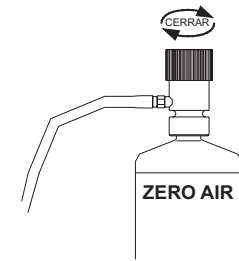

Figura 10
10. Apague el regulador y desconecte el tubo del regulador de aire a cero (figura 10).